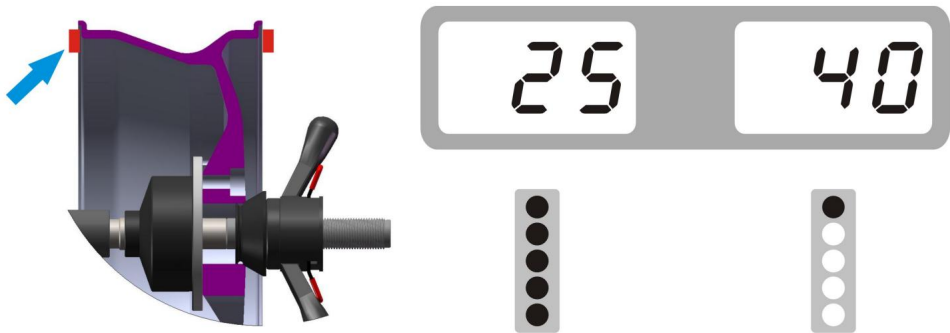

Fig. 4
4.1.7. Rör långsamt moturs hjulet tills den vänstra lysdioden lyser fullt ut, fäst vikten på Klockan 12 (Fig.4)